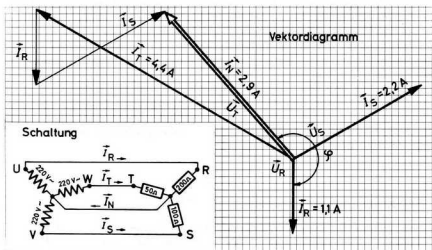

Bild 72
b) Ein Dreiphasennetz mit Nulleiter wird zur Speisung verschiedener ohmscher Verbraucher benutzt. Die einzelnen Phasen werden unterschiedlich belastet. Die Polleiterströme und der Nulleiterstrom sind graphisch zu ermitteln. Bild 72 zeigt die Schaltung.